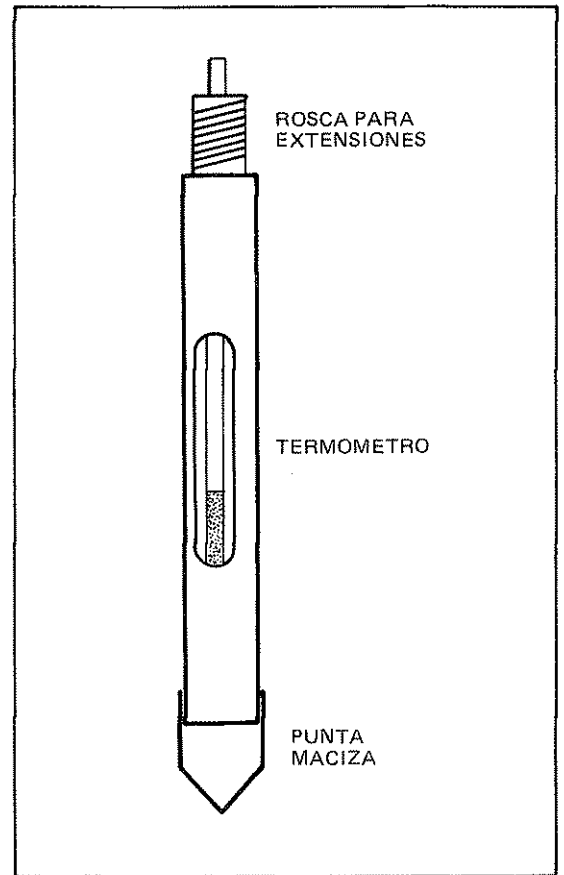

Figura 4. Sonda con termómetro para medición de temperatura en granos.
**Medición de un punto:** consiste en usar una sonda de metal, dentro de la cual se ha colocado un termómetro común, que se introduce en el interior de la masa de granos (Figura 4). El método es lento y puede conducir a errores cuando se retira el termómetro para la lectura.